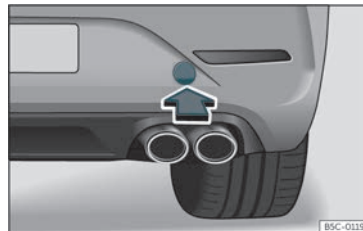

Fig. 45 Sul lato destro del paraurti posteriore: estrarre il coperchio.
L'alloggiamento dell'occhiello di traino avvitabile è situato sul lato destro del paraurti posteriore, dietro a un coperchio»» fig. 45.
- Per sbloccarlo, premere sull'area inferiore del coperchietto»» fig. 45 .